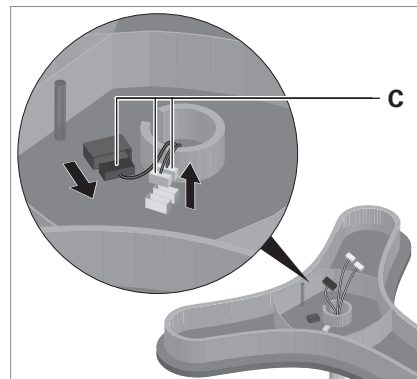

Fig. 16: Stecker im Leuchtenkopf entfernen.
- ▶ Lösen Sie die Stecker **C**, siehe Fig. 16.